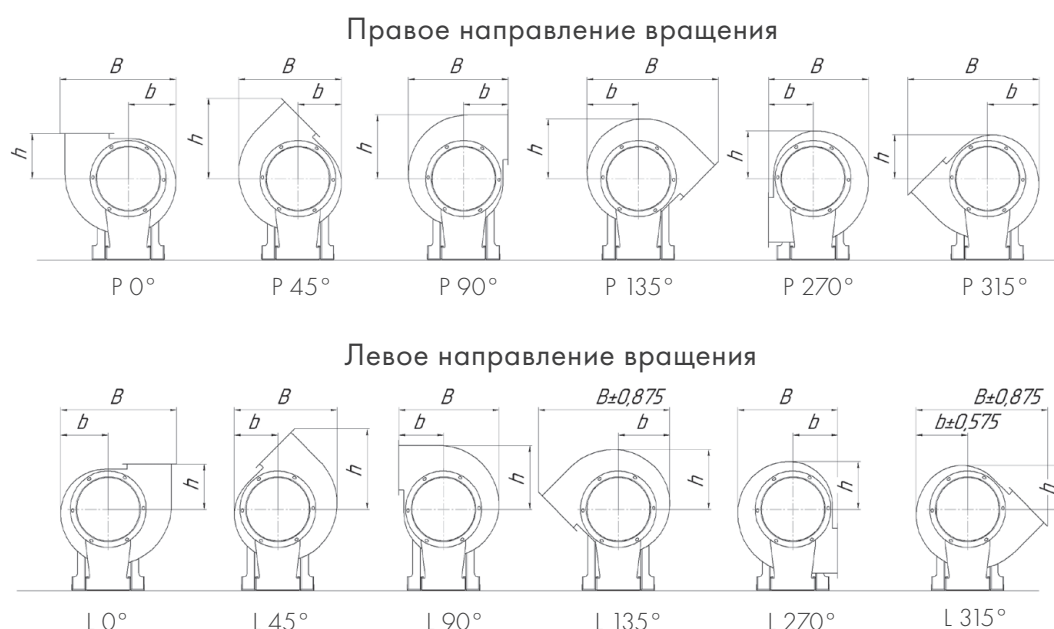

Рисунок 15 – Направление вращения и углы поворота спирального корпуса радиальных вентиляторов
- Углы поворота отсчитывают по направлению вращения рабочего колеса (рисунок 15): P – правого, L – левого вращения